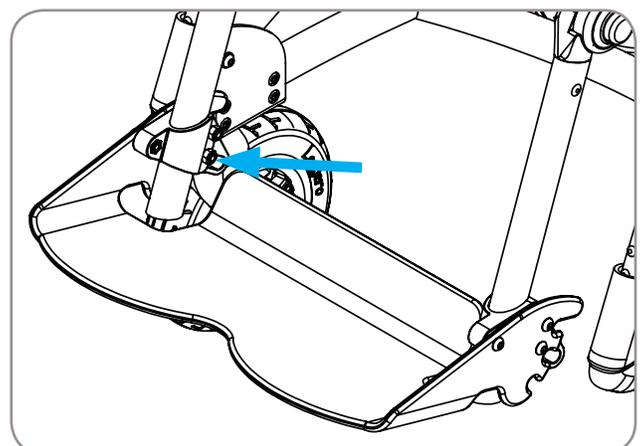

Figure 14
1. Desserrez les boulons/écrous des pinces avec une clé hexagonale de 4 mm et une clé de 10 mm, 2 boulons/écrous de chaque côté. Consultez la figure 14.